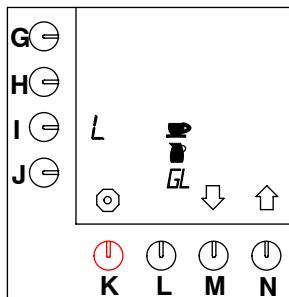

Fig. 21 Unidades a seleccionar
- Pueden realizarse selecciones con las unidades siguientes: Litro = L, Galón = G (= 3,7853 L), Jarra, Taza, ver fig.21